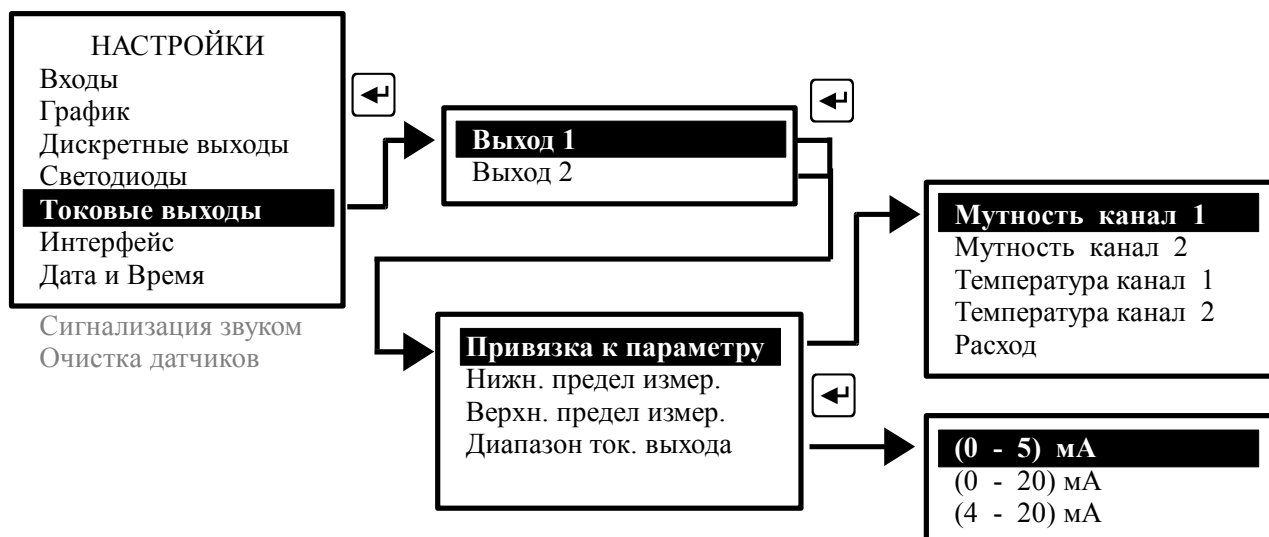

Рисунок 19 - Настройка токовых выходных сигналов
- **Привязка к параметру** - в этом режиме выбирается один из пяти измеряемых параметров (Мутность канал 1, Мутность канал 2, Температура канал 1, Температура канал 2, Расход), который будет преобразован в выходной токовый сигнал (смотри Рисунок 19);